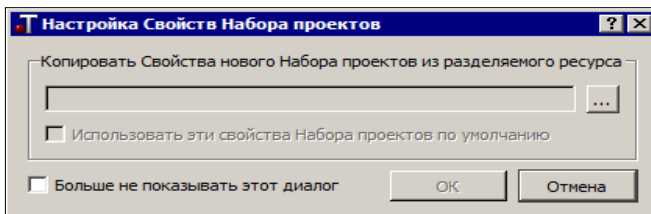
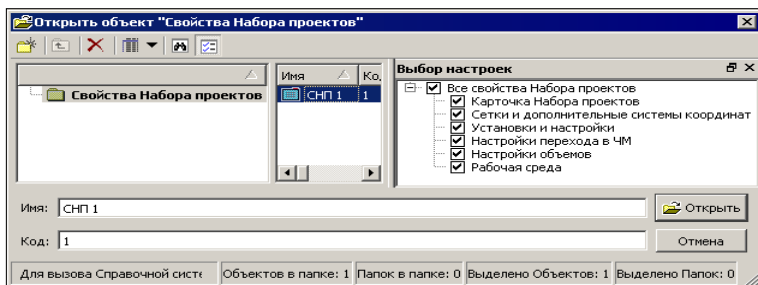

Рис. 3.1
Рис. 3.2
Сразу после вызова команды открывается диалог **Настройка Свойств Набора проектов** (рис. 3.1).
Для этого с помощью кнопки  (рис. 3.1) открываем нужный файл, а при необходимости, отмечаем флажками группы СНП (рис. 3.2).
Если вами будут использоваться свойства набора проектов по умолчанию, то диалог (рис. 3.1) можно закрыть или нажать кнопку **Отмена**.
Если установить флажок для параметра **Больше не показывать этот диалог** (рис. 3.1), то выбор свойств при следующих открытиях набора проектов станет невозможен.
**На заметку** Если в диалоге настройки (рис. 3.1) после выбора сохраненных ранее СНП установить флажок для параметра **Использовать эти свойства Набора проектов по умолчанию**, то при следующем открытии НП требуемые свойства будут уже выбраны.